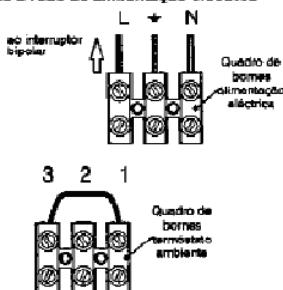

fig. 5.8
- 1 Ligar o cabo de alimentação eléctrica proveniente do interruptor omnipolar ao quadro de bornes de alimentação eléctrica da caldeira fig. 5.8 respeitando a correspondência da linha (fio castanho) e do neutro (fio azul).
Para a ligação de um termómetro ambiente servir-se do quadro de bornes termóstato ambiente da caldeira fig. 5.8